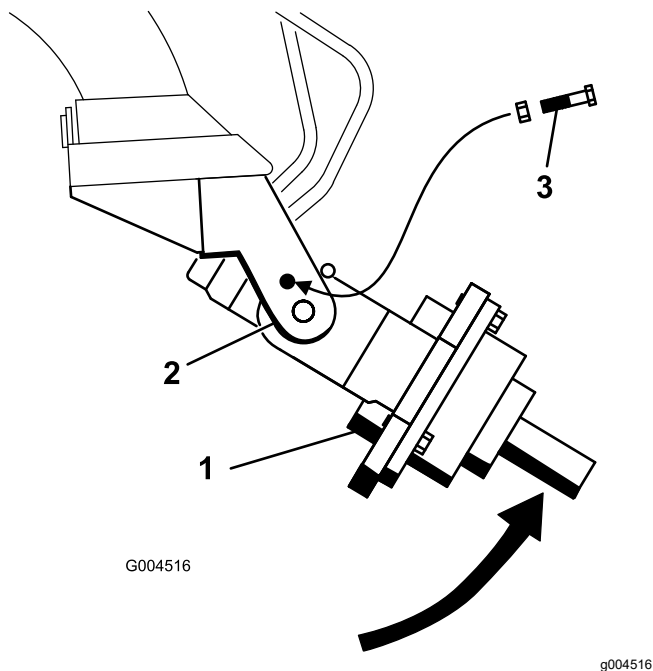

Figure 5
5. Tournez la tête d'entraînement de la tarière à la main jusqu'à ce qu'il soit possible d'introduire un boulon ($\frac{1}{2}$ " x $2\frac{1}{2}$ ") dans le trou du bras de support pour fixer la tête d'entraînement. Serrez légèrement le boulon avec un écrou à embase ($\frac{1}{2}$ "), comme montré à la Figure 5.
3. Tournez la tête d'entraînement de la tarière à la main jusqu'à ce qu'il soit possible d'introduire un boulon ($\frac{1}{2}$ " x $2\frac{1}{2}$ ") dans le trou du bras de support pour fixer la tête d'entraînement. Serrez légèrement le boulon avec un écrou à embase ($\frac{1}{2}$ "), comme montré à la Figure 5.